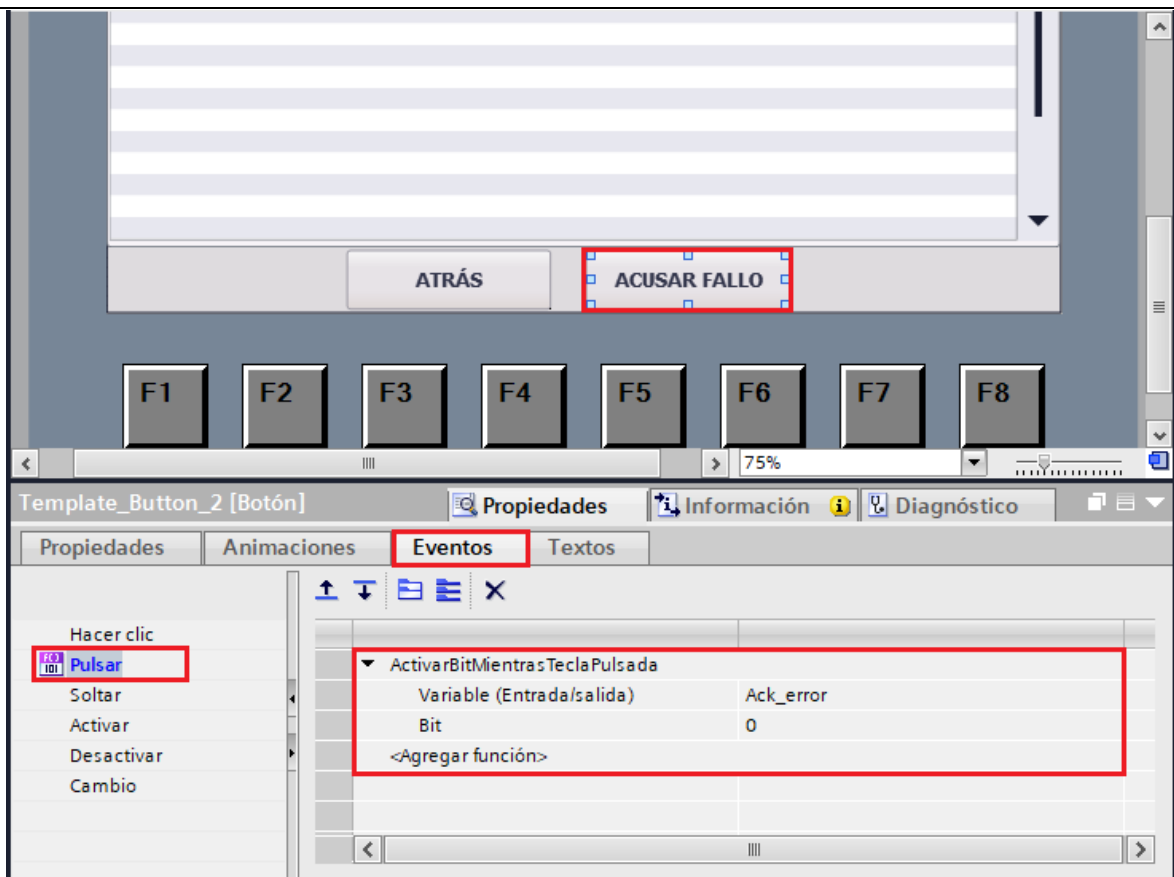

Figura 75. Configuración botón “ACUSAR FALLO”.
- En “Variable (Entrada/Salida)” seleccionar “Ack_Error” (ver Figura 75).